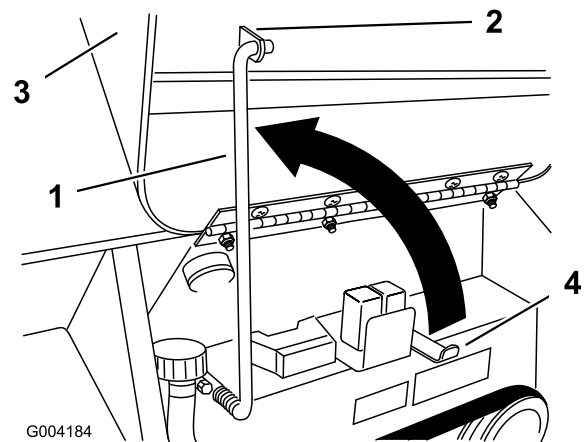

Bild 22
3. Stellen Sie die Stützstange auf und befestigen Sie diese in der Halterung an der Motorhaube (Bild 22).